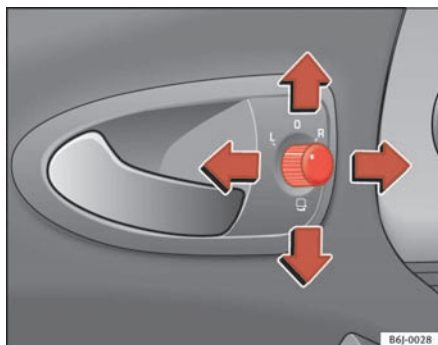

Fig. 64 Betjening af sidespejle
1. Drej knappen ⇒ fig. 64 til position **L (venstre sidespejl)**.
- Drej knappen ⇒ fig. 64 til position for at klappe sidespejlene ind. Klap altid sidespejlene ind, når du kører bilen ind i et automatisk vaskeanlæg, så du undgår beskadigelse.